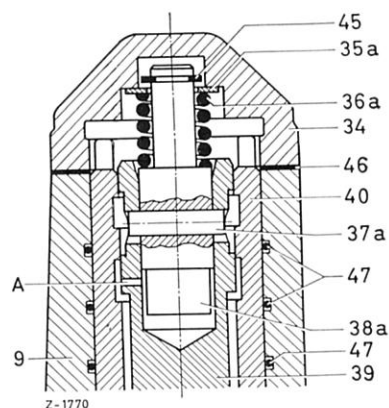

Bild 46-24/30
a) O-Ring (54) für Abdichtung der Lenkwelle (29) (Bild 46-24/29).
b) O-Ringe (47) zur Abdichtung der Büchse des Steuerschiebers (Bild 46-24/8 und 46-24/30).